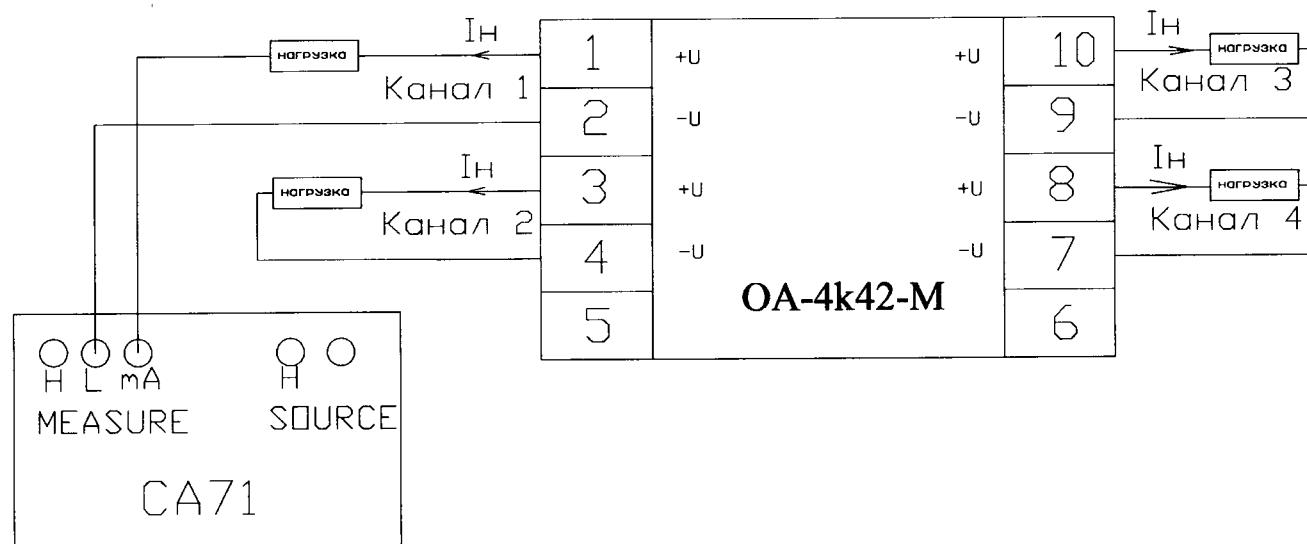

Рисунок 5
7.4.2.1 Подключить на выход канала 1 модуля ОА-4к42-М универсальный калибратор электрических сигналов СА71. К выходным каналам модуля подключить нагрузочные резисторы R_h номиналом 600 Ом (рисунок 5).